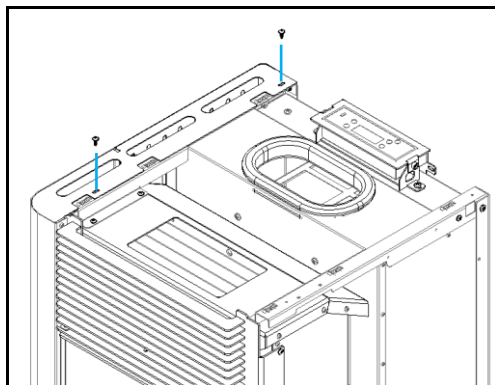

Figura 98 – Fijación de las laterales de las envolventes na parte superior
e) Repetir el proceso realizado en los puntos c y d desde este punto a las otras envolventes (hacer coincidir los orificios de la tapa con los orificios de la estructura) y apretarlos con cuatro tornillos **B** (DIN 7981 4,2x9,5), dos en cada lado, como se muestra en la Figura 98.